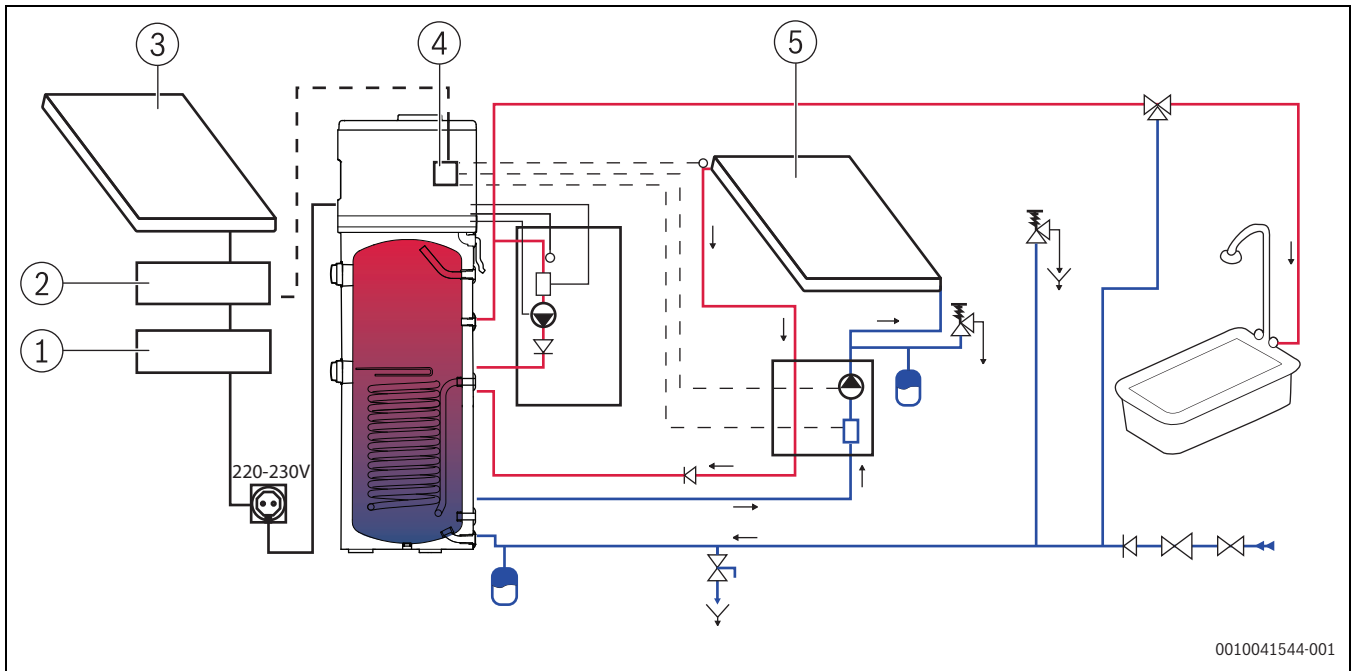
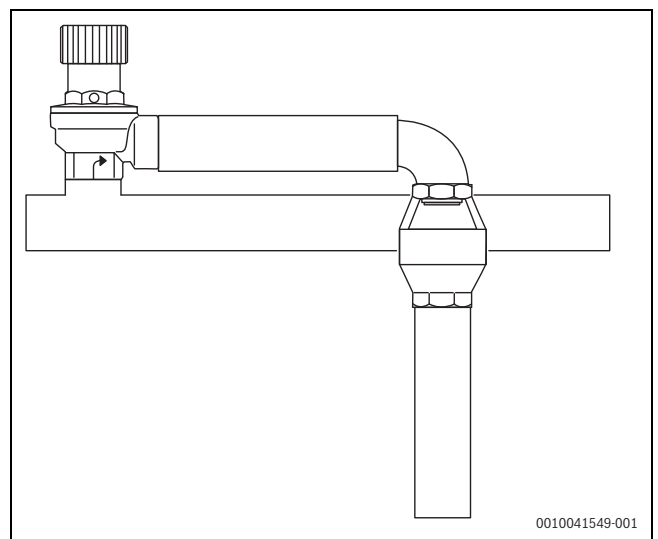

Bild 36
Bild 37 Auffangbehälter
In der Kaltwasserzuleitung muss ein 8-bar-Sicherheitsventil montiert sein (Abb. 36, Tab. 14 "Symbolerklärung"). Zwischen Sicherheitsventil und Speicherbehälter dürfen sich keine Absperrventile und Entnahmearmaturen befinden.
**i** Die Überdrucksicherungen regelmäßig betätigen, um etwaige Kalkablagerungen zu entfernen und die einwandfreie Funktionsweise sicherzustellen (Abb. 36)
**i** Das Ablaufrohr muss am Sicherheitsventil mit kontinuierlicher Abwärtsneigung installiert sein. Die Installation muss an einer frostgeschützten Stelle erfolgen (Abb. 36, Tab. 14 "Symbolerklärung"). Die Montage eines Auffangbehälters ist zwingend vorgeschrieben (Abb. 37)